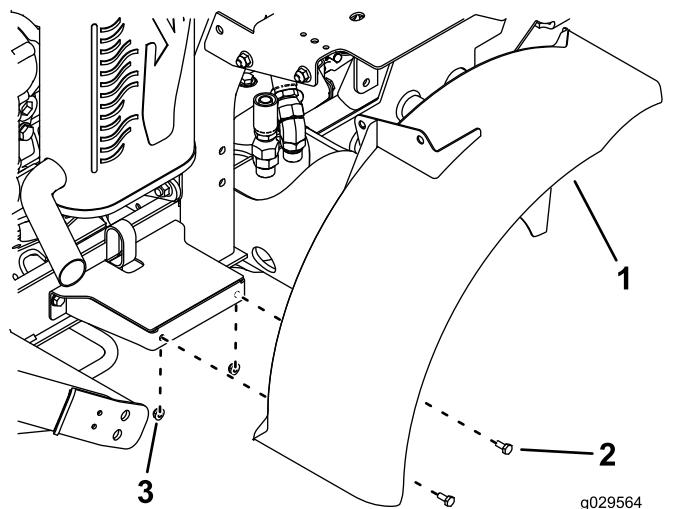

Figura 37
14. Monte, sem apertar, a parte lateral do guarda-lamas direito ao guarda-lamas com dois parafusos ($\frac{1}{4}$ pol. x $\frac{5}{8}$ pol.) e duas porcas de ($\frac{1}{4}$ pol.), tal como se ilustra na Figura 37.
15. Monte, sem apertar, o suporte (na parte de cima do guarda-lamas) ao suporte do depósito de combustível. Utilize dois parafusos ($\frac{3}{8}$ pol. x $\frac{3}{4}$ pol.) e duas porcas ($\frac{3}{8}$ pol.), tal como se ilustra na Figura 37.